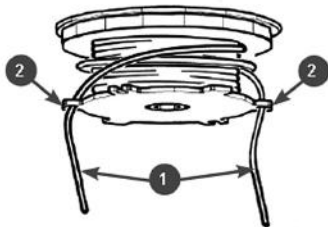

Рис. 17. Фиксация концов корда
6. Зафиксируйте концы 1 корда (длиной примерно 10-15 см) в специальных пазах 2 на катушке (Рис. 17).